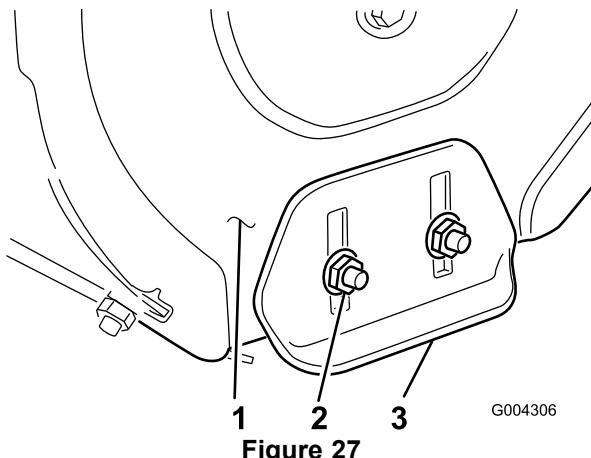

Figure 27
8. Serrez les 4 écrous à embase qui fixent les patins aux côtés de la fraise (Figure 27).